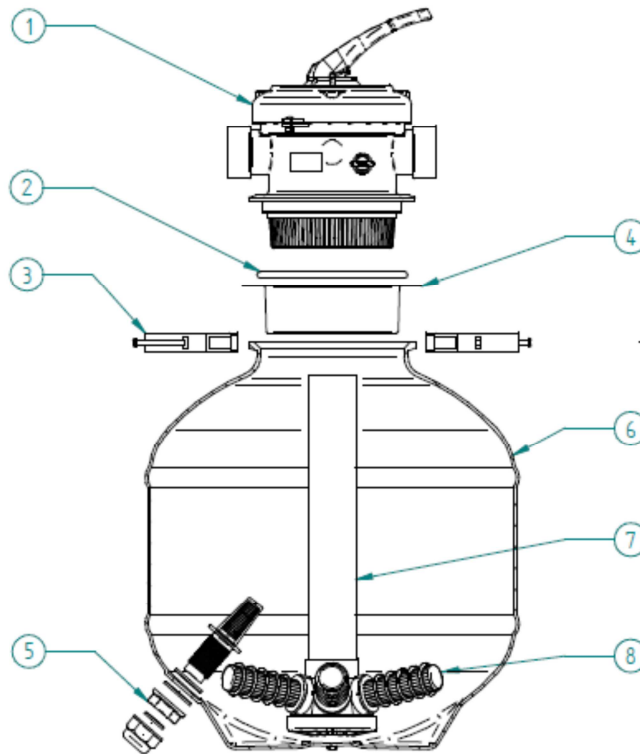

Fig. 4
16. Multifunktionelles Ventil: Vorrichtung zur Regelung des Wasserflusses (Fig. 4, # 1).